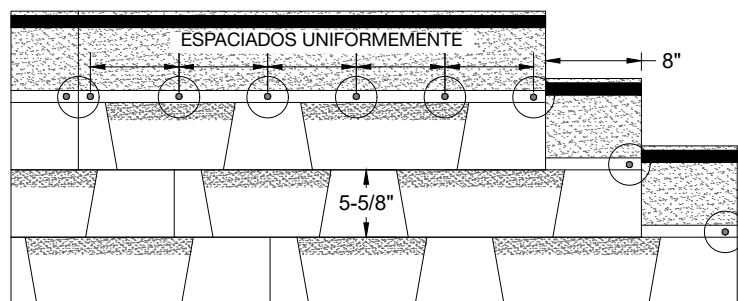

Figura 8 - Patrón de sujeción de 6 clavos para tejas laminadas
Existen *dos métodos* que pueden utilizarse para la sujeción; en ambos, los sujetadores exteriores deben colocarse en el área de clavado aproximadamente a 1" (25 mm) de cada borde. El primer método también tiene los cuatro (4) sujetadores restantes colocados en el área de clavado y espaciados uniformemente entre ellos (vea la Figura 8).